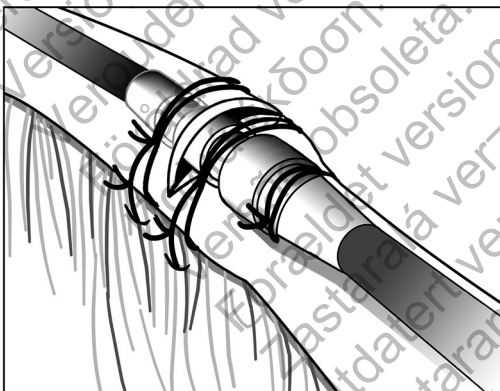

Abbildung 12. Beispiel einer Nahtmanschette, Implantation über eine Vene
3. Verwenden Sie dieselbe Rille, um die Elektrode und die Vene an der benachbarten Faszia zu fixieren (Abbildung 12 auf Seite 32).